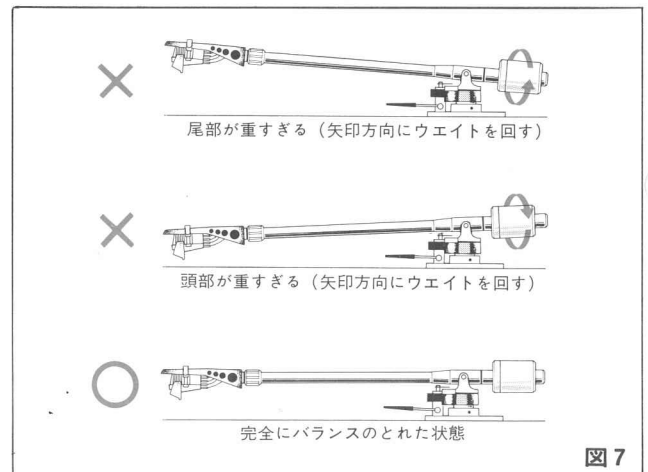
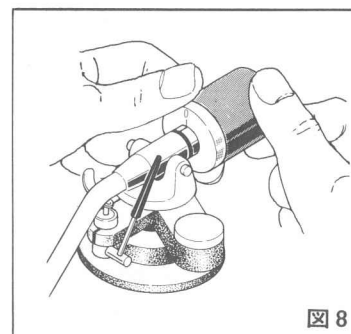

図7
図8
- ⑤ トーンアームが基点を中心に水平バランスがとれるように図7を参考にしてメインウェイトを前後させて調整します。この時メインウェイトはゆっくり回し、バランス具合をみるときはフィンガーから指を軽くはなして見るようにして慎重に調整してください。
- ⑥ バランスがとれた後、トーンアームをアームレストに戻します。
- ⑦ メインウェイトが動かないように、メインウェイト前部のカウンターリングだけを回して数字の0をトーンアーム軸のセンターラインに合わせます。(図8)